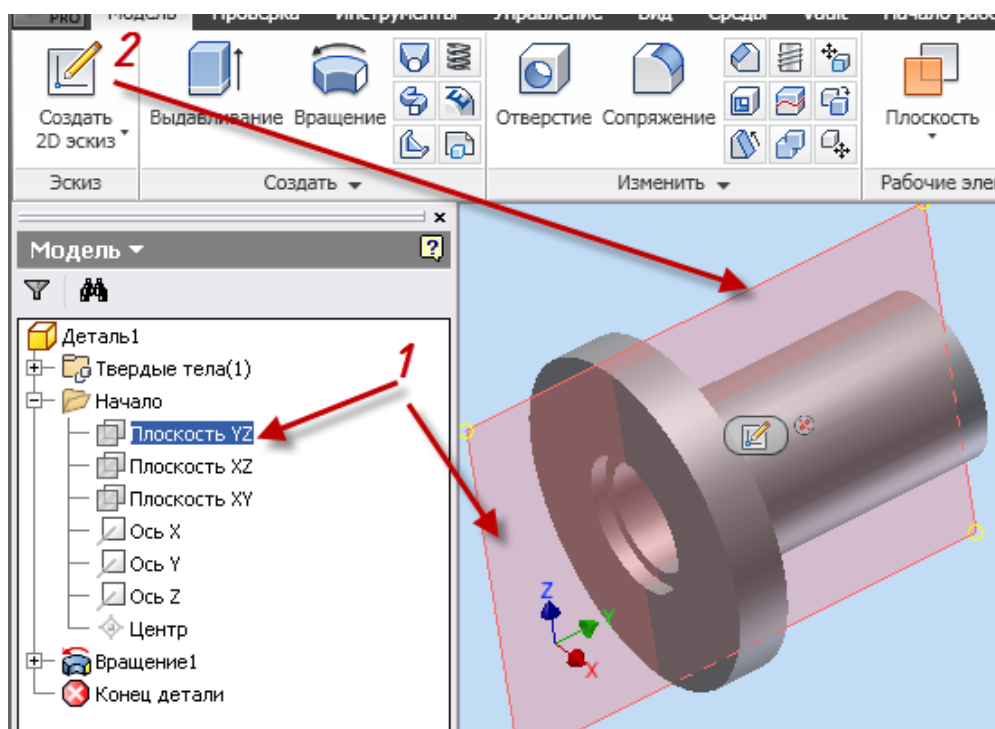

Рис. 3.31. Эскиз корпуса
- Создайте новый эскиз, для этого открыв в браузере вкладку  **Начало**, выберите  **Плоскость YZ** (1, *рис. 3.31*).
- Щелкнув по  **Создать 2D эскиз** укажите на выбранную плоскость (2, *рис. 3.31*).